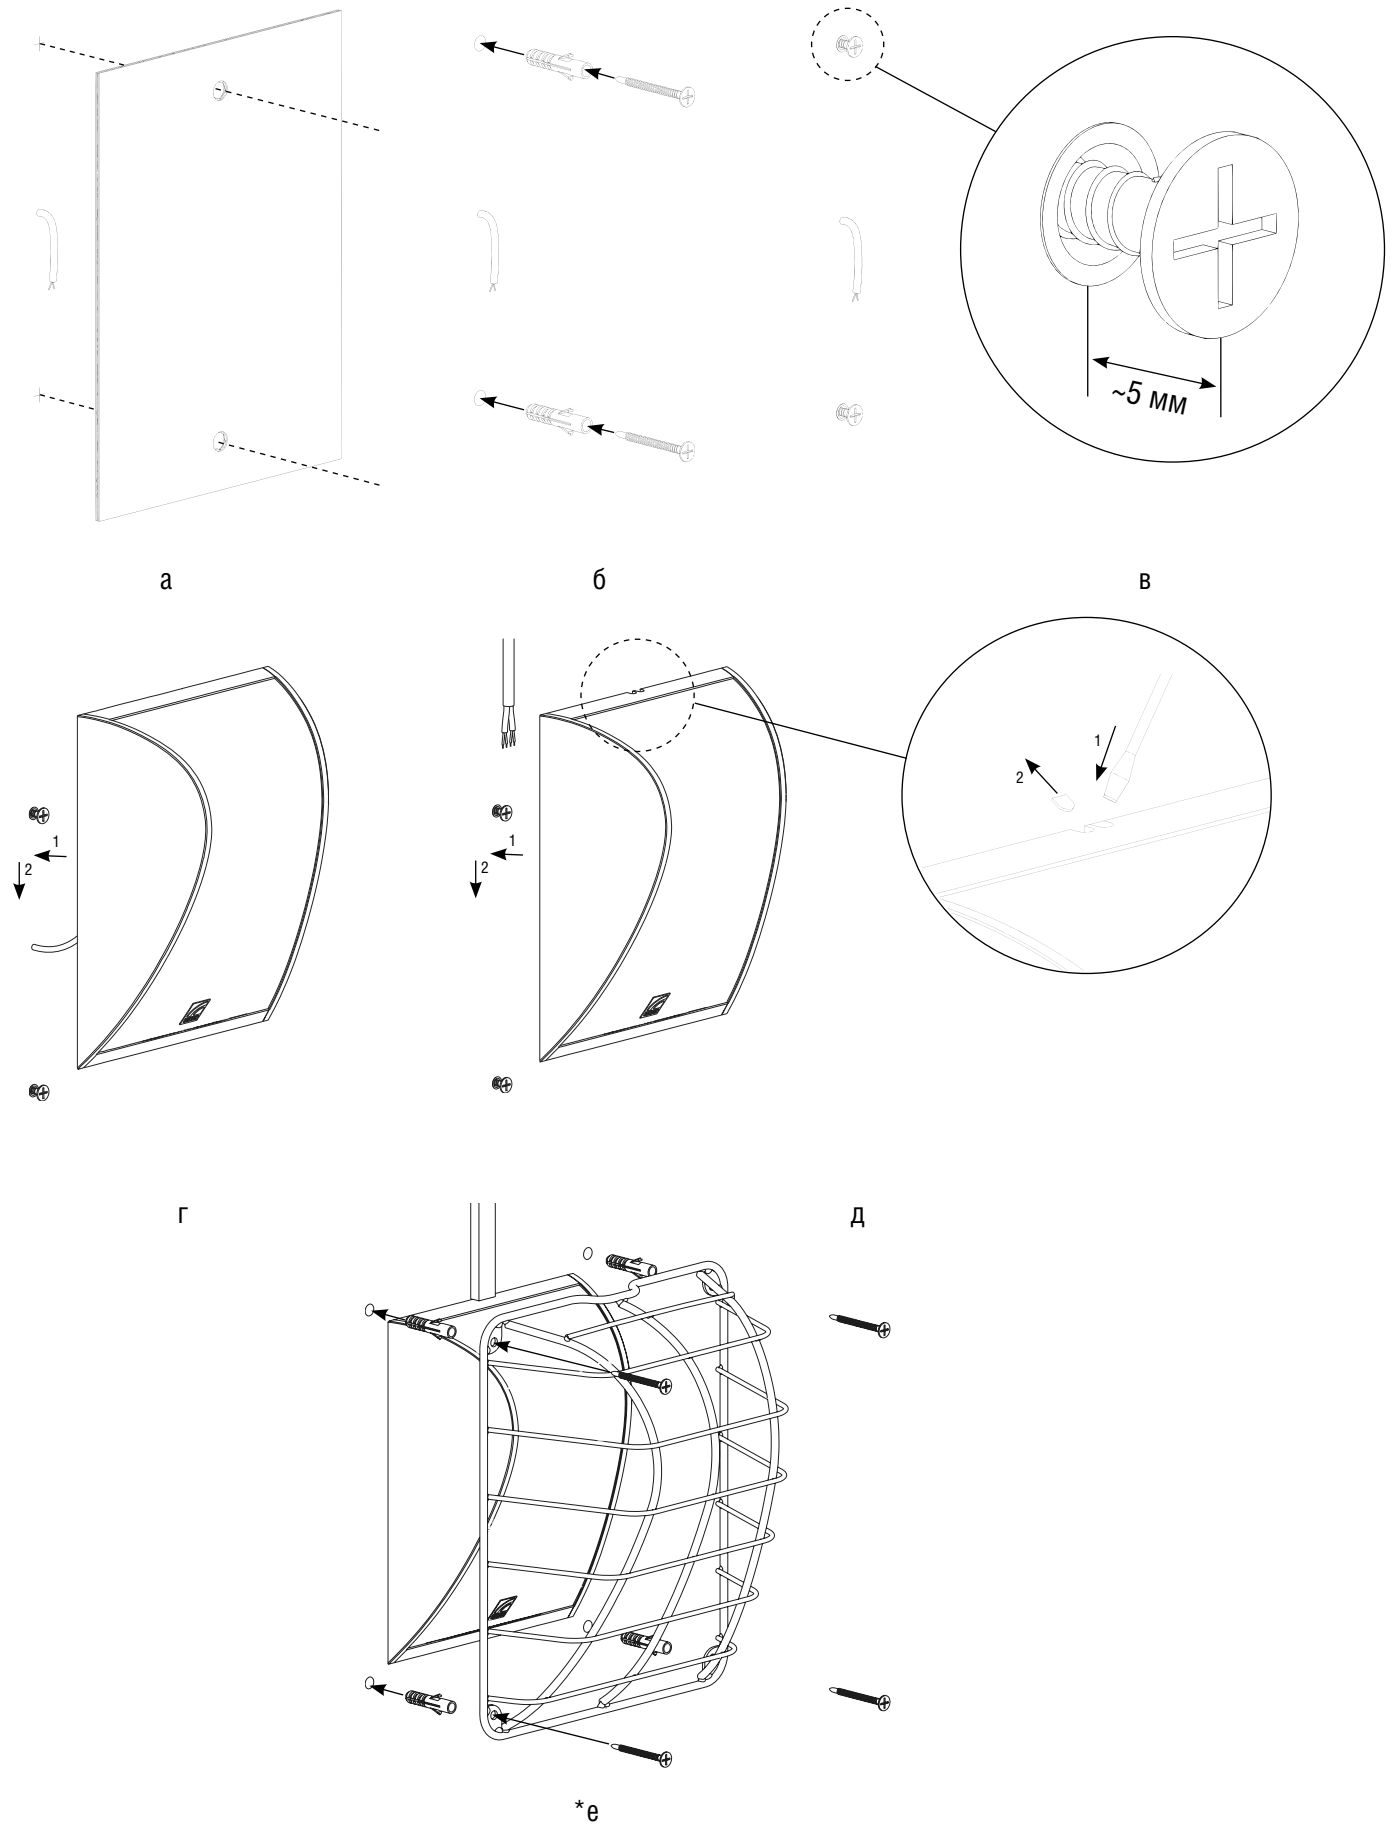

Рисунок 7.2 Порядок установки громкоговорителя
1. С помощью монтажного шаблона нанести разметку для крепежных изделий (**Рис. 7.2, а**).
2. Просверлить отверстия. Установить крепёжные изделия (дюбеля) и крепежные элементы (шурупы или саморезы) согласно (**Рис. 7.2, б, Рис. 7.2, в**).
4. Для подвода кабеля, можно выдавить заглушку на корпусе изделия (**Рис. 7.2, д**).
5. Установить громкоговоритель на поверхность путём попадания в паз и фиксации (**Рис. 7.2, д, Рис. 7.2, г**). Установленный громкоговоритель должен плотно прилегать к поверхности и не должен иметь люфта.
6. При необходимости, установить защитную решетку на громкоговоритель. (**Рис. 7.2, е**)*.